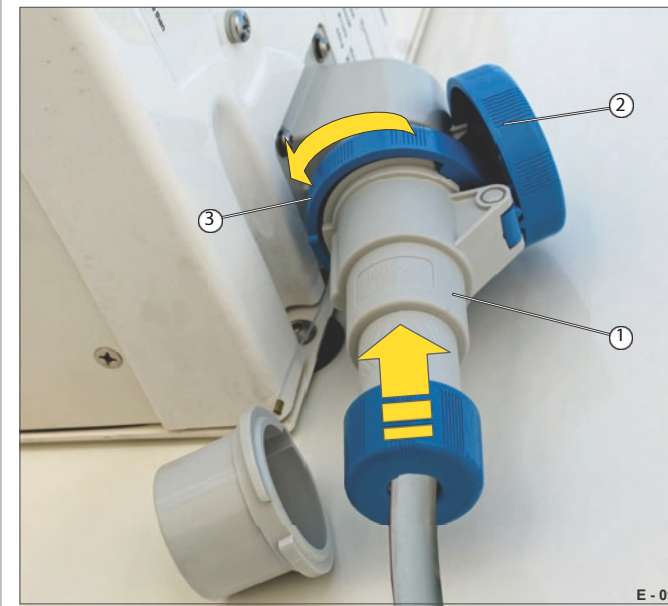

Fig. 13 Adapterstik sat i
- Åbn og hold dækslet (Fig. 13/2).
- Sæt adapterstikket (fig. 13/1) i nettilslutningen - sørg for, at kontakterne er sat helt ind.
- Fastgør adapterstikket med skruehætten (fig. 13/3) - stram godt til.